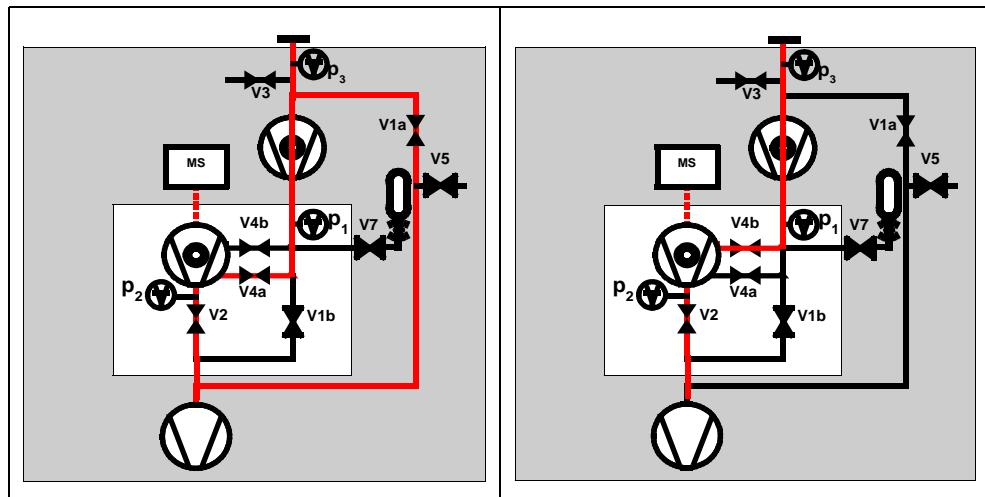

Fig. 4-8 : à gauche : mode FINE, à droite : mode ULTRA
*Conseil:* Un réglage spécial pour le UL5000 empêche la commutation automatique de la gamme de mesure décrite ci-avant. Lors de la sélection de *FINE only* (voir chapitre 6.3 Mode de service), le détecteur de fuites reste toujours en mode FINE Fig. 4-8 (à droite) indépendamment de la pression d'admission. Le robinet V1a est ici fermé.